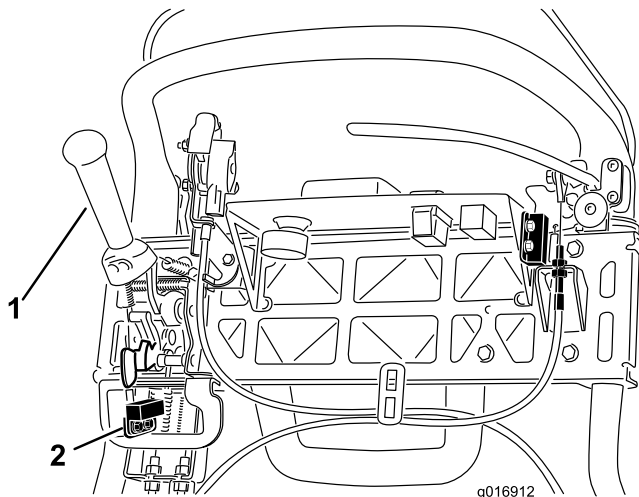

Figure 39
4. Desserrez les fixations du contacteur de sécurité (Figure 39).
5. Placez une cale de 1,6 mm d'épaisseur entre le levier de commande de déplacement et le contacteur de sécurité (Figure 39).